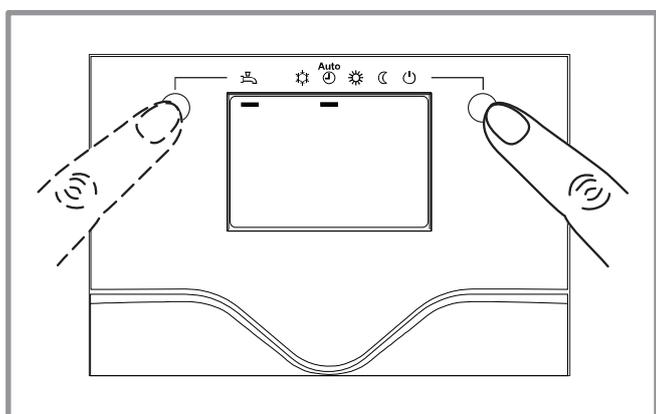

figure 28 - Sélection du régime de chauffe AUTO et puis du régime ECS (eau chaude sanitaire)
- Sélectionner le régime de chauffe "AUTO" (figure 28).
- Sélectionner le régime ECS (figure 28), si l'installation est équipée d'un ballon sanitaire avec appoint électrique.